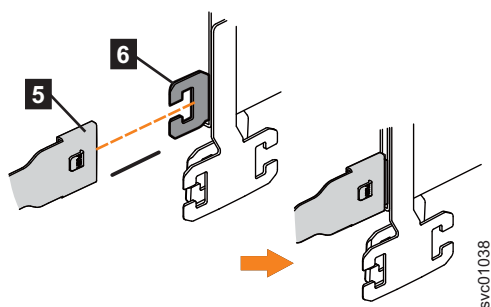

Рисунок 76. Соединение коннектора направляющей верхней части кабельного кронштейна с правой направляющей
4. Соедините коннектор направляющей на верхней части кабельного кронштейна ( **5** ) с основанием коннектора на правой направляющей ( **6** на рис. 76).